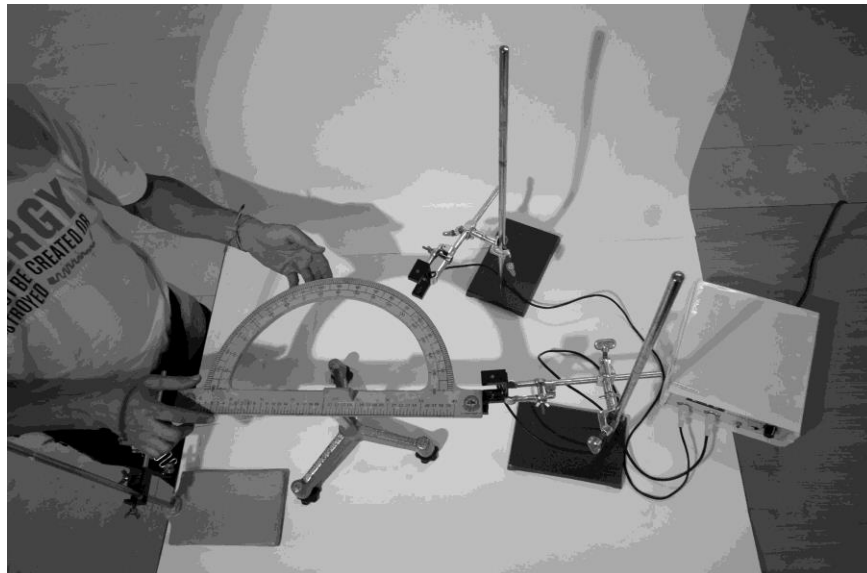

Figura 4. Medida del ángulo
2. Disponga el sistema de modo que pueda tomar la medida del ángulo entre los sensores de la mejor forma posible. Inicie el registrador digital en modo S2. Ubique los sensores a un ángulo fijo inicial del orden de  $10^\circ$  a  $15^\circ$ , tome la medida de éste en grados en el transportador y páselo a radianes antes de escribirlo en la tabla 2. Observe en la figura 4 la forma de medir el ángulo entre los fotosensores. Tome la medida del tiempo entre los fotosensores 10 veces y promédíelas.